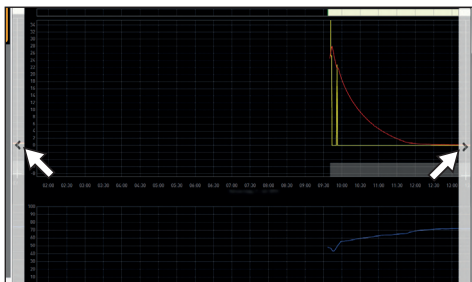

Рис. 10
- ▶ Чтобы выполнить на дисплее смещение отображаемого диапазона времени (ось x), переместите курсор мыши к правому или левому краю графического окна. Отобразятся стрелки, с помощью которых можно будет переместить отображаемый участок влево или вправо (Рис. 10).